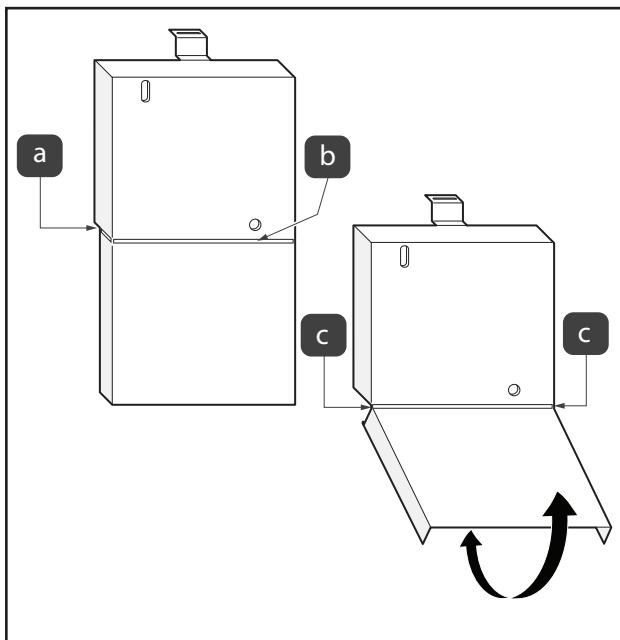

Figura 14. Vuelva a instalar el frente muerto
- Si la mitad inferior del panel muerto debe quitarse, use pinzas diagonales para cortar las dos lengüetas posteriores; consulte la Figura 14 (a).
- Corte la etiqueta del panel muerto a través de la abertura del panel muerto; consulte la Figura 14 (b).
- Mueva la parte inferior del panel muerto hacia adelante y hacia atrás hasta que las lengüetas se rompan; consulte la Figura 14 (c).